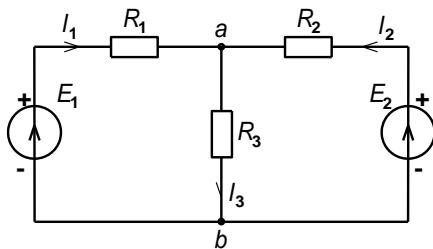

Рис. 4.
**Задача 5.** Для сложной электрической цепи, представленной на рис. 4, необходимо: